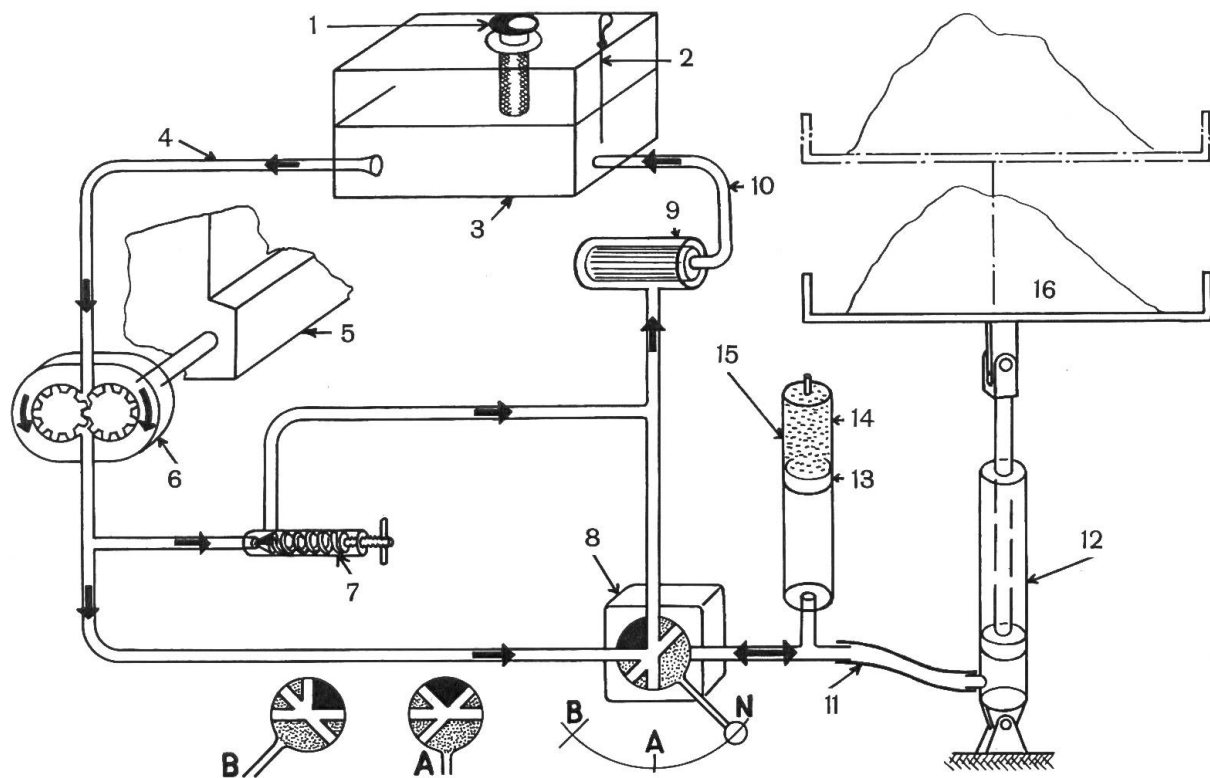

Fig. 2: Représentation schématique de la structure et du fonctionnement d'une centrale d'énergie hydraulique.
Le schéma qui constitue la figure 2 permet de bien se rendre compte du fonctionnement de la centrale d'énergie hydraulique du tracteur et d'autres matériels agricoles. On voit que l'huile s'écoule du réservoir (3) à la pompe à engrenage (6) par la canalisation d'aspiration (4) et qu'elle se dirige de là vers le distributeur (8). Lorsque la manette de commande du distributeur se trouve sur la position «arrêt» (N), comme c'est le cas ici, l'huile retourne directement au réservoir. A ce moment-là, elle n'est soumise qu'à une faible pression, qui s'avère juste suffisante pour vaincre la résistance opposée par les parois des canalisations. Quand la manette de commande se trouve sur la position «relevage» (A), l'huile s'écoule en direction du vérin (12) en passant par un tuyau souple (11). Soumise à une pression correspondant à l'effort à fournir, elle provoque alors le soulèvement de la charge (16) en agissant sur le piston du vérin. Au cas où la charge est trop pesante, la pression devient excessive et a pour effet de déterminer l'ouverture de la soupape de décharge (7). L'huile retourne alors au réservoir. Si la forte pression qu'elle subit s'exerce pendant un certain temps de façon continue, sa température peut s'élever rapidement. Rappelons à ce propos que le réglage de la soupape de décharge est effectué par le fabricant. Pour pouvoir abaisser la charge, la manette de commande du distributeur doit être placée sur la position «descente» (B). L'huile se trouvant dans le cylindre du vérin, de même que l'huile débitée par la pompe, se dirige alors vers le réservoir en passant par la canalisation de retour (10). Il est à remarquer que le vérin hydraulique peut être remplacé par un moteur hydraulique. Un tel équipement possède une structure analogue à celle d'une pompe hydraulique. Mais son fonctionnement a lieu de façon inverse. C'est-à-dire que l'huile sous pression venant de la pompe sert à l'entraîner.
A l'heure actuelle, on utilise de plus en plus l'accumulateur de force hydraulique également avec les tracteurs et autres matériels agricoles (voir la figure 2). Cet organe permet d'éviter les coups de bélier dans les canalisations (chocs qui interviennent contre leurs parois lorsqu'après avoir provoqué l'écoulement de l'huile, on l'empêche brusquement de fluer). Pour que de tels chocs ne se produisent pas, car ils sont nuisibles aux canalisations, aux soupapes et à d'autres parties du circuit hydraulique, on prévoit précisément l'interposition de l'organe en question. A ce propos, la figure 3 montre deux courbes différentes, obtenues par voie électronique. Dans le